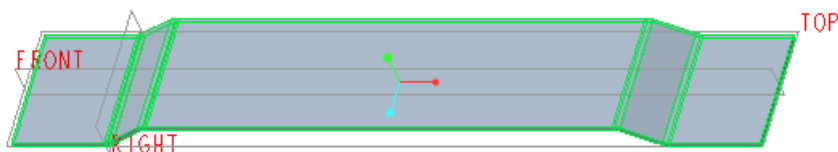

图 6-154 创建拉伸壁
(6) 在“拉伸”选项卡中单击  (完成) 按钮, 完成的拉伸壁作为第一壁, 如图 6-154 所示。